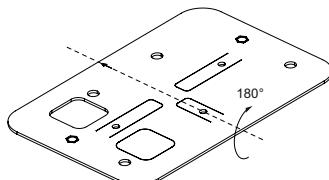
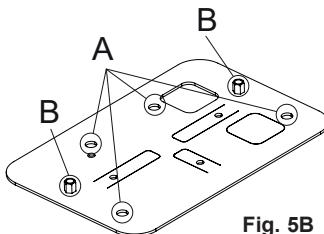

Fig. 5A
Fig. 5B
- 2) Gire la placa 180° siempre con la flecha apuntando a la cremallera (Fig. 5A), posíónguela según las medidas de la Fig. 3 y utilícela como plantilla para marcar la posición de los 4 orificios para los tacos (ref. A) y los tornillos de anclaje del motorreductor (ref. B) (Fig 5B). Hay que girar la placa porque de lo contrario los insertos roscados impedirían nivelar la placa.